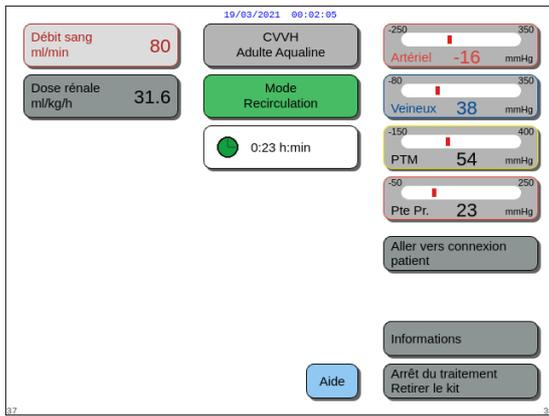

Fig. 119
1. Sélectionner et confirmer *Aller vers connexion* (Fig. 119).
1. Sélectionner et confirmer *Arrêt du traitement*, retirer le kit (Fig. 119).